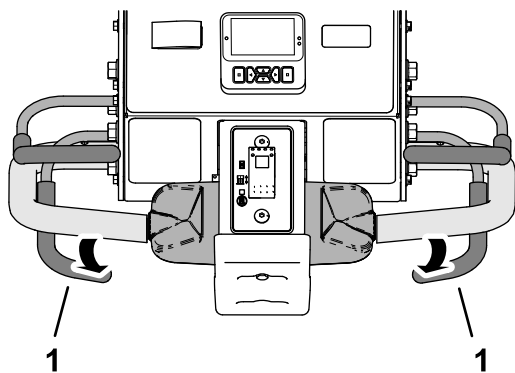

Figura 88
- Eliberai maneta de aerare (Figura 88).